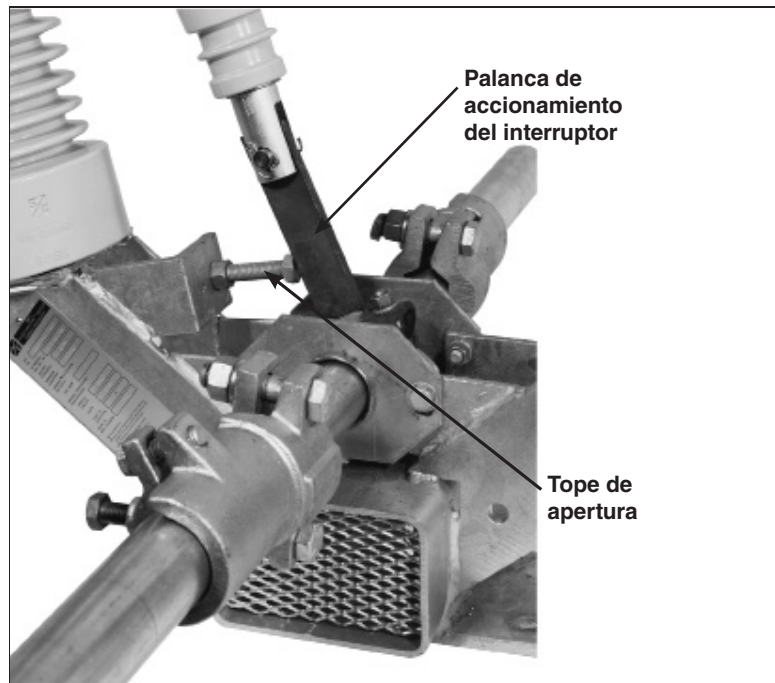

Figura 37. Verificación de que la palanca de accionamiento del interruptor esté contra su tope de apertura.
- (g) Con la palanca de operación hasta donde llegue en la dirección de apertura, cada palanca de accionamiento del interruptor debe sentar bien contra su tope de apertura según se muestra. Vea la Figura 37. Si es necesario, vuelva a ajustar las placas de tope de la posición de apertura en la placa de apoyo de la chumacera base. Siga las instrucciones de Verificación del Alineamiento y Ajuste de las Placas de Tope" en la página 19.